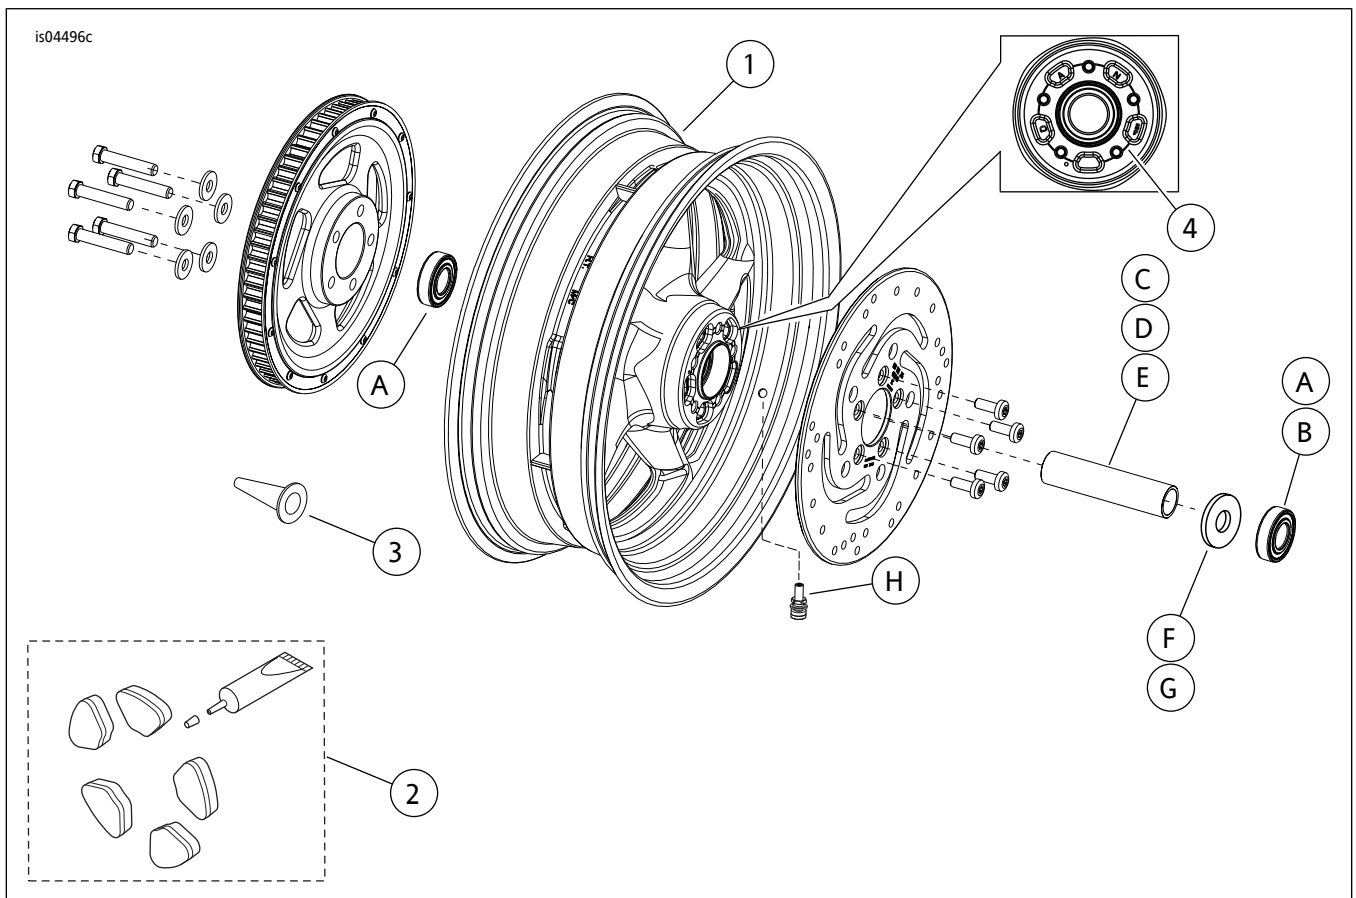

图1。维修零件：后Reaper车轮
参见图1。和参阅表2。
2. 参见图1。按照相应维修手册中的说明在车轮上安装阀杆组件(H)。